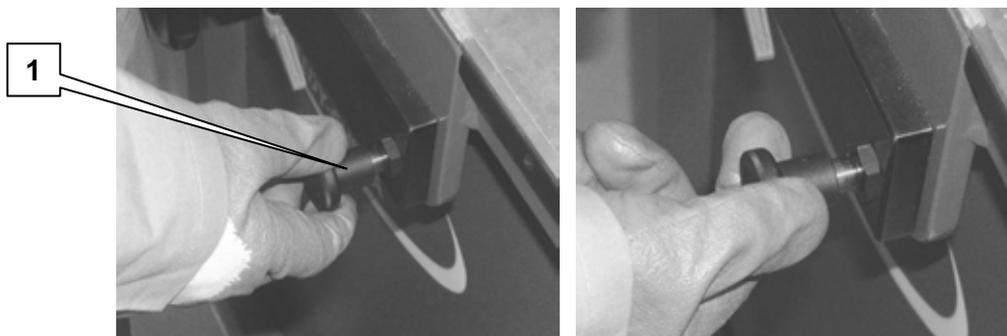

Figura 4.83 – Estrazione del pomolo di blocco
3. estrarre e ruotare di 90° il pomolo di blocco **1** (figura 4.83);